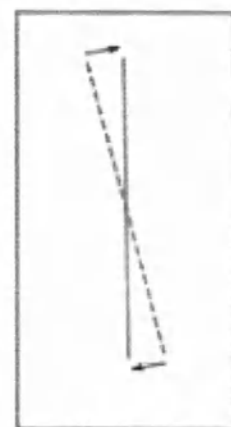

Рисунок 3-7 – Перпендикулярность
2. В результате фокусировки лазерного модуля ротационное положение луча может сместиться. Ослабьте зажимный винт лазерного модуля (отметка С на *Рисунке 3-13 – Настройки сагиттального лазера*) и вращайте корпус лазерного модуля, до тех пор, пока ориентация луча не станет корректной. Не ослабляйте затяжной винт слишком сильно, чтобы сохранить частичное трение корпуса лазерного модуля при вращении. Вращайте модуль до тех пор, пока луч не станет вертикальным. По завершении настройки луч должен быть выровнен по перпендикуляру (см. *Рисунок 3-7 – Перпендикулярность*).